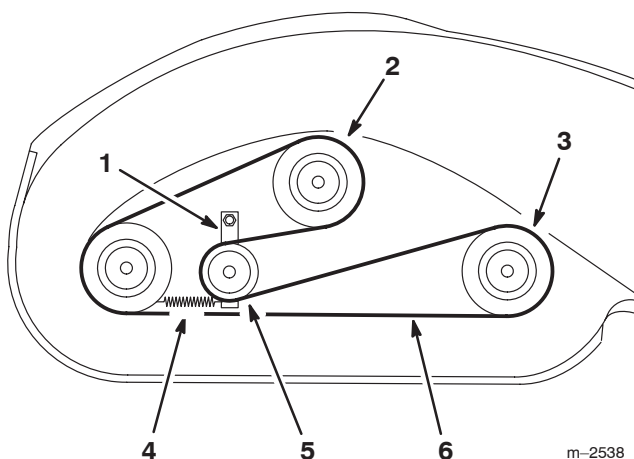

Figure 47
4. Décrochez le ressort du bras de la poulie de tension pour réduire la tension sur le bras et la poulie de tension, puis enlevez la courroie usagée (Fig. 47).
5. Installez une courroie neuve autour des deux poulies d'axe extérieures, de la poulie de tension et dans la gorge inférieure de la poulie d'axe centrale (Fig. 47).
6. Raccrochez le ressort du bras de la poulie de tension (Fig. 47).